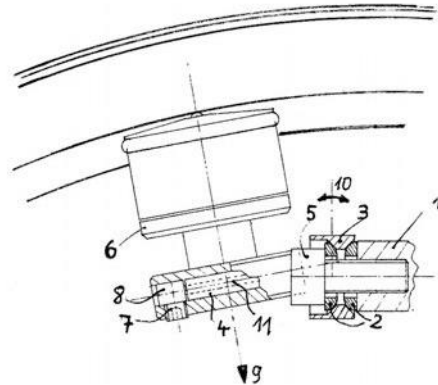

Abbildung 1
Mit 11° Neigungswinkel ist dieser Adapter (siehe Abbildung 1) für die übliche Gabelgeometrie bei 26" und 28"-Rädern ausgelegt. Statt am linken Vorderrad-Bremssockel kann er bei vielen Rädern auch am rechten Hinterrad-Bremssockel montiert werden. Die Montageschritte sind dabei identisch:
- 1) Entferne die M6-Schraube (5 in Abb.1), mit der die Bremse auf dem Sockel (1) gehalten wird.
- 2) Stell sicher, dass die konvexen Seiten der Kugelscheiben (2) im Adapter anliegen. Setze den Adapter (3) ohne Generator waagrecht so vor den Sockel, dass das Röhrchen (4) nach vorne zeigt und zieh nur lose an. **Achtung:** Sicherstellen, dass die M6-Schraube mindestens fünf Umdrehungen/Gewindegänge tief im Sockelgewinde eingeschraubt ist, da ansonsten die sichere Funktion der Bremse beeinträchtigt wird.
- 4) Höhenjustage: Schiebe den Generator (6) auf das Röhrchen, wobei die Anschlusskabel nach außen zeigen und drehe den Adapter, bis der O-Ring des Generators etwa in der Felgenmitte anliegt.
- 5) Seitenjustage: Ist bei diesem Adapter nicht möglich und normalerweise auch nicht nötig, da die Bremssockel einen genormten Abstand haben. Bei schmalen Felgen, schrägen Felgenflanken oder abweichenden Sonderkonstruktionen kann es nötig sein, den Generator „auf Umschlag“ zu montieren, damit er näher an die Felge rückt. Dabei zeigen die Anschlusskabel zum Rad und die Madenschraube (7) wird so umgesetzt, dass sie niemals auf das Messingröhrchen (4) sondern immer auf den Edelstahl-Kopf (8) drückt.
- 6) Winkeljustage: Die gedachte Verlängerung der Generatorachse (9) sollte möglichst genau die Radachse schneiden, um Reibung und Verschleiß zu vermeiden. Der Adapter kann dazu in seiner Kugelaufnahme geschwenkt (10) werden.
- 8) Anpressdruck einstellen: Lass den Betätigungsbügel in der Abklapp-Position (Bügel rechtwinklig zum Adapter), fette Messingröhrchen und Gehäusebohrung ein und schiebe den Generator bis zum Anschlag auf das Röhrchen. Schwenke den Generator soweit, bis der Abstand zwischen O-Ring und Felge 2mm beträgt und ziehe in dieser Position die M4-Madenschraube (7) gegen den Edelstahl-Kopf (8) vorläufig an.
- 9) Anpressdruck überprüfen: Hebe den Betätigungsbügel aus der Kerbe und lassen ihn in der Anklapp-Position einrasten. Die Torsionsfeder (11) muss den Generator nun mit deutlich spürbarer Vorspannung und leichtgängig gegen die Felge drücken, was man dadurch überprüft, dass man ihn mehrmals wenige Millimeter von der Felge abhebt und zurückschnappen lässt.